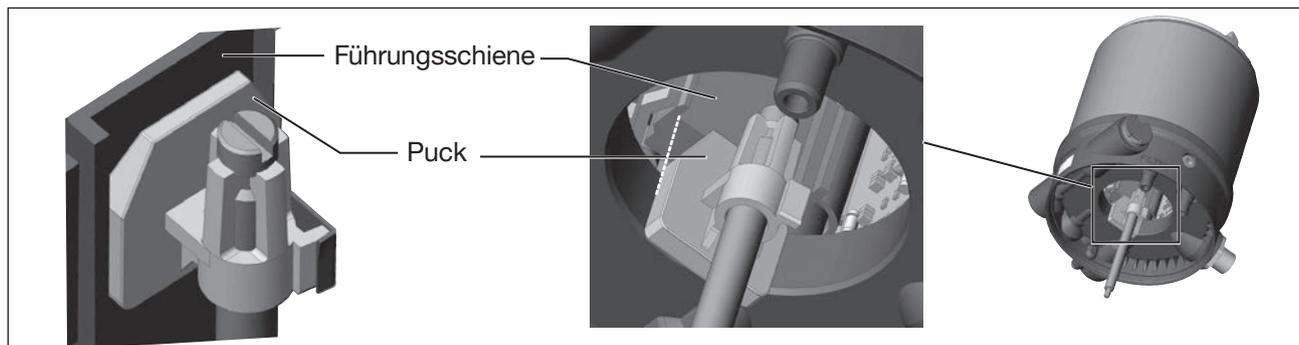

Bild 21: Ausrichten des Pucks
1. der Puck in die Führungsschiene des Positioners (siehe „Bild 21“)